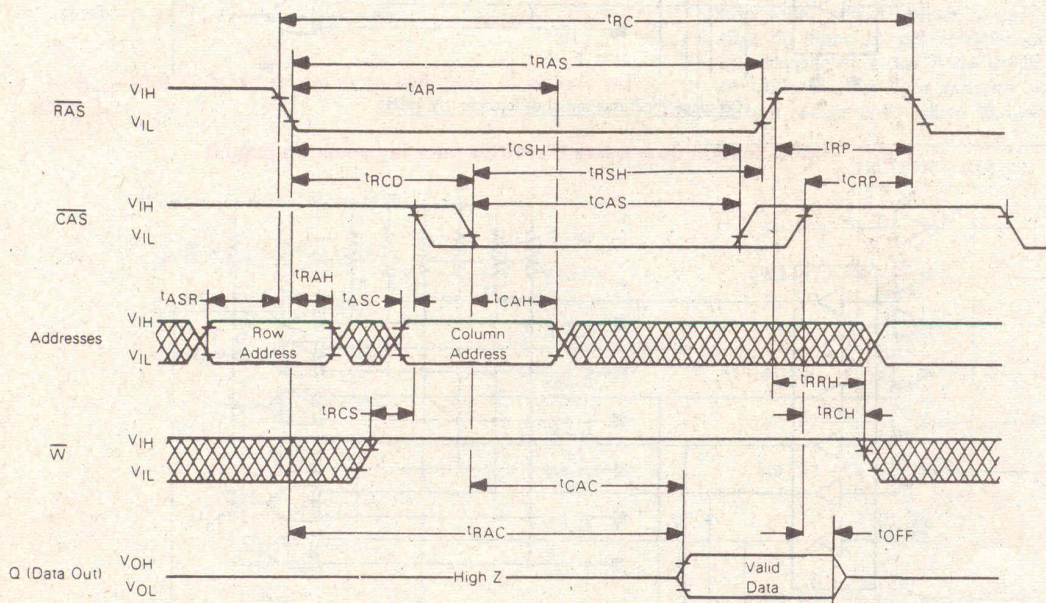

Fig. 10. - Cycle de lecture d'une RAM dynamique (document Motorola).
Pour bien comprendre la complexité de la chose, et pour satisfaire les plus curieux d'entre vous, nous indiquons en figures 10, 11 et 12 les chronogrammes de ces mémoires ainsi que les tableaux des valeurs des temps en figure 13. Délaissons ces valeurs pour l'instant en ne nous intéressant qu'aux chronogrammes qui vont nous permettre de comprendre comment nous avons conçu notre carte.
Examinons la figure 10 qui représente un chronogramme de lecture. Nous constatons qu'il faut, dans l'ordre :
- Enfin, au sujet des mémoires, il nous faut ouvrir une parenthèse qui va encore nous attirer des remarques désobligeantes (mais nous commençons à y être habitué !). Les RAM dynamiques 64 K du type choisi existent chez une multitude de fabricants avec des brochages et des caractéristiques identiques ; mais, si l'on épluche les chronogrammes, on s'aperçoit que des différences existent en certains points. En conséquence, nous vous faisons remarquer ce qui suit : la carte a été conçue pour des MCM 6665 L 20 de Motorola dont nous avons donné les chronogrammes complets en figure 10, 11, 12 et 13 ; donc si vous choisissez ces mémoires vous n'aurez aucun problème. Par ailleurs, pour réduire les prix de revient, FACIM approvisionne de grosses quantités de ces mémoires en des marques restant à définir au moment où nous écrivons ces lignes, étant entendu que ces approvisionnements sont autorisés par